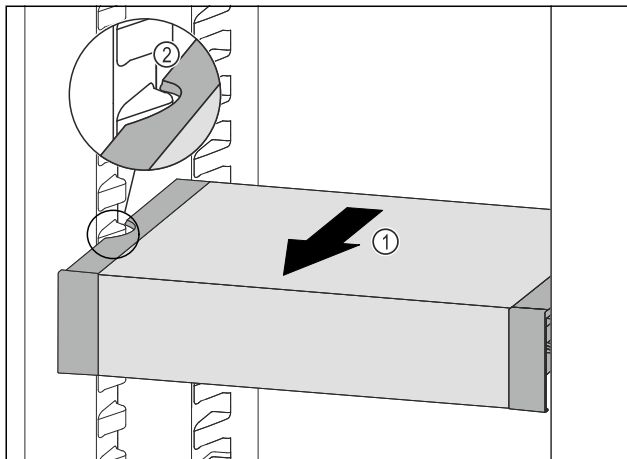

Fig. 136
- VarioSafe ťahajte dopredu Fig. 136 (1), kým sa bočné vybrania VarioSafe nebudú nachádzať vo výške rebra nádoby v chladničke. Fig. 136 (2)